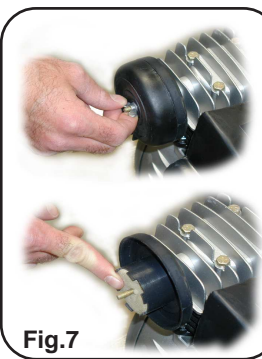

Fig.7
- ➔ Nettoyage ou changement du filtre à air: Pour garantir le débit du compresseur.(Fig. 7)